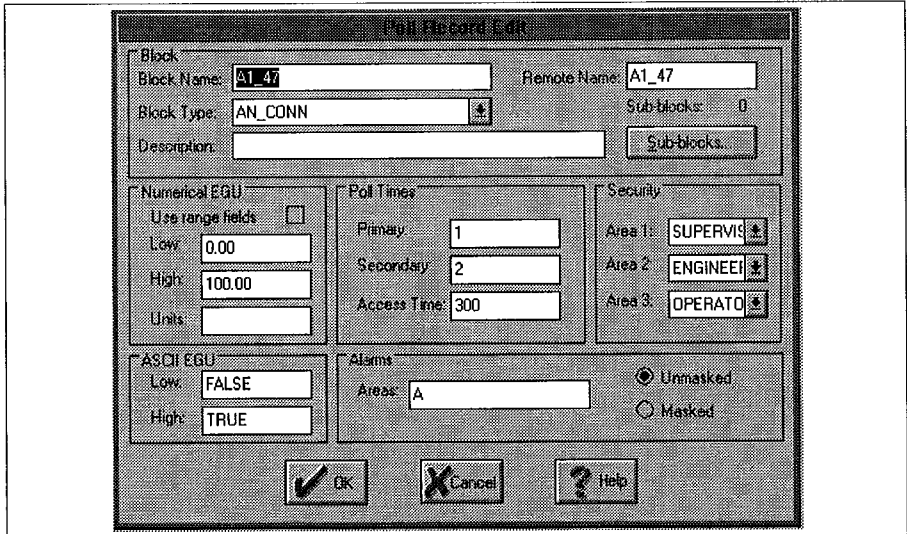

Figure 3-16 Edition d'un enregistrement d'interrogation en utilisant la boîte de dialogue Poll Record Edit
- 2 Double-cliquez sur une cellule associée à l'enregistrement d'interrogation à éditer, la cellule *Block Name*, par exemple, pour afficher la boîte de dialogue **Poll Record Edit**, voir figure 3-16.